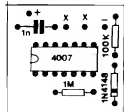

FIG. 4
**- FIG. 4 - "CHAPEADO" DA MONTAGEM** - Agora vemos a plaquinha pelo outro lado, aquele *sem cobre*, onde